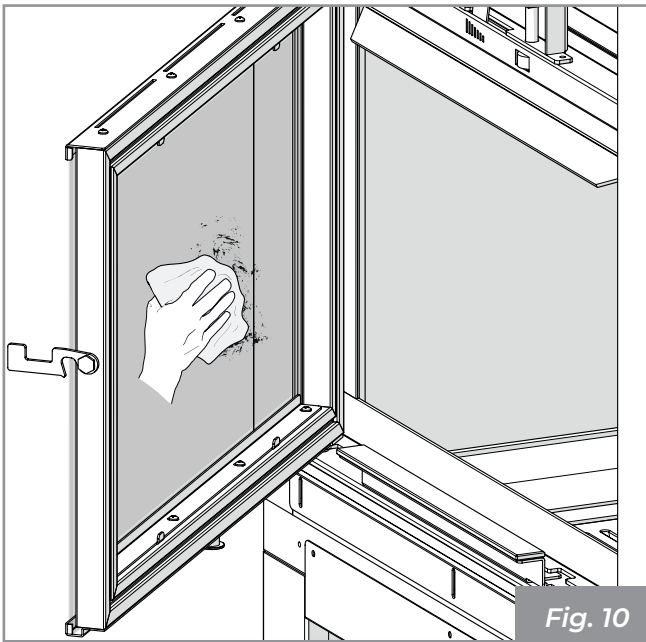

Fig. 10
- 2) Pulire il vetro con un panno umido o con della carta inumidita e passata nella cenere (**Fig. 10**).